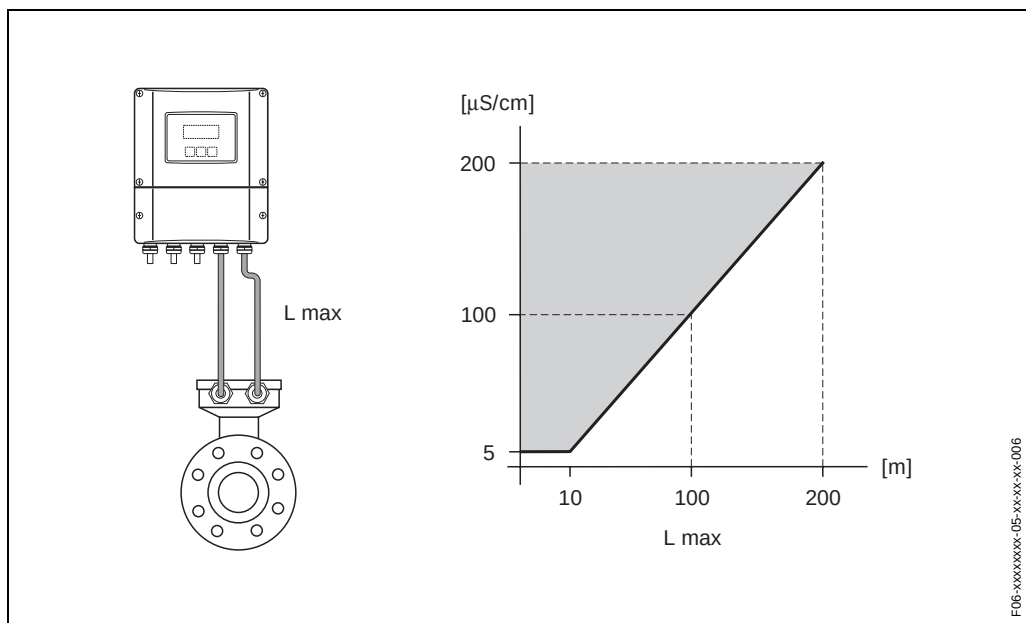

Fig. 15: Maximo comprimento do cabo para versao remota
- O comprimento maximo do cabo permitido L_{max} depende da condutividade do fluido (Fig. 15). Uma condutividade minima de 20 $\mu\text{S/cm}$ e requerida para a medicao de agua desmineralizada.